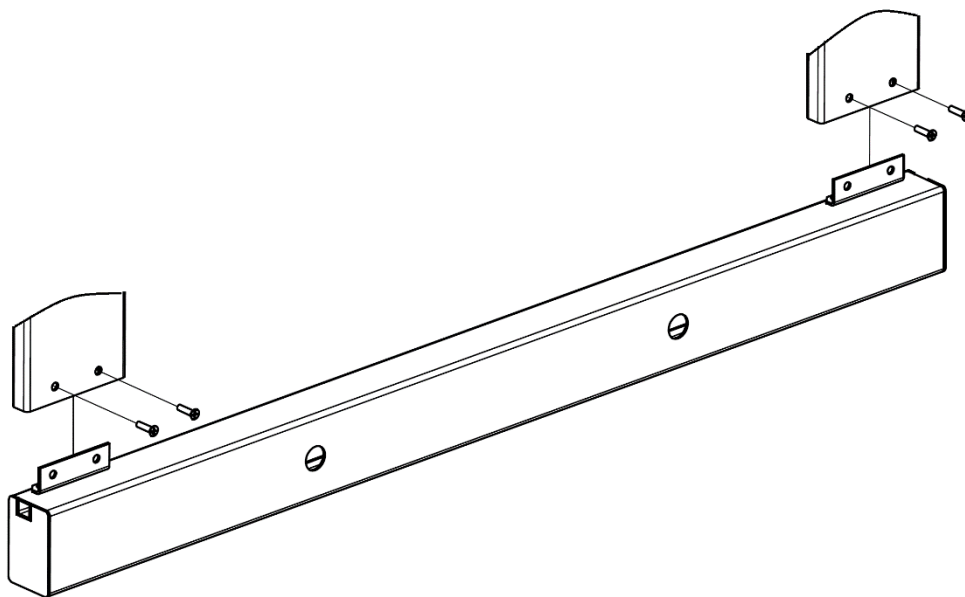

Рисунок.5. Вставка порога приставного в стойки металлической рамы и крепление винтами.
- Вставить Порог приставной уголками для крепления во внутрь стоек и закрепить Винтами М5. (Рисунок 5).